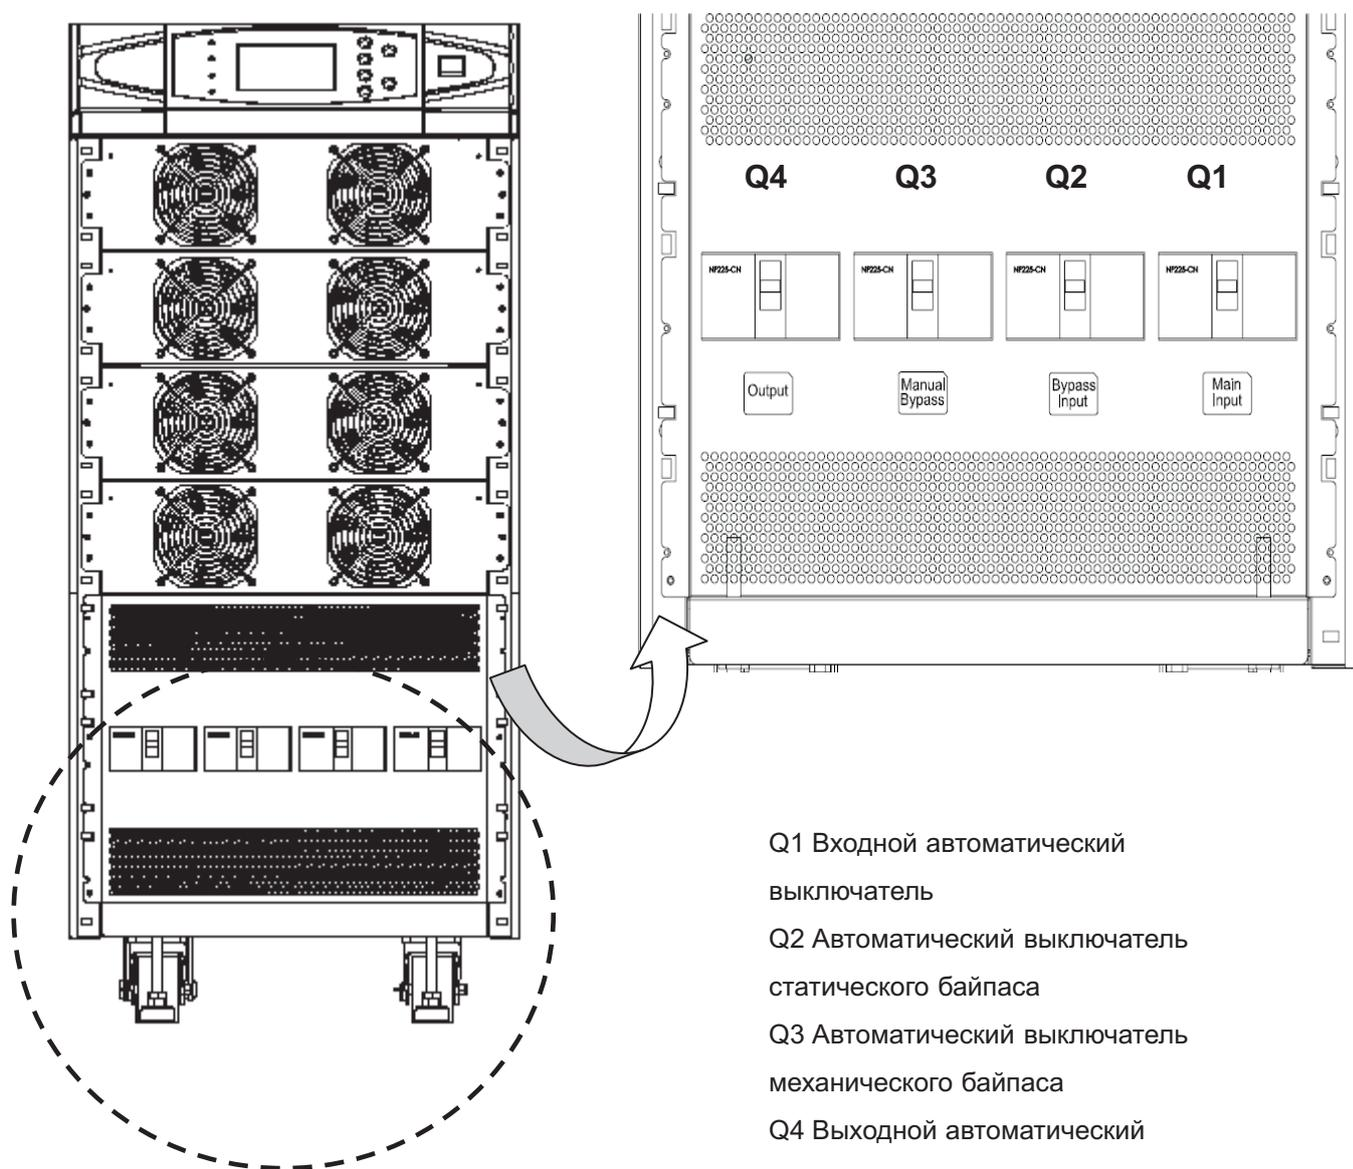

Рис. 4-2. Автоматические выключатели
4. Убедитесь в том, что автоматические выключатели Q1 и Q2 на вводе питающей сети и в цепи статического байпаса отключены (см. рис. 4-2).
1. Убедитесь в том, что отключены автоматические выключатели (Q1 и Q2) на входе ИБП и входе статического байпаса (см. рис. 4-2).